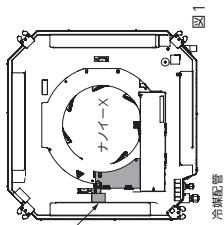

図1
- しゃ風材は、ナノイーX吹出口がない吹出口に使用するように室内ユニットの設置方向にご注意ください。ナノイーX吹出口がある吹出口にしゃ風材を取り付けた場合、ナノイーXの効果はなくなります。（図1）詳細はしゃ風材に同梱されている据付工事説明書を参照ください。